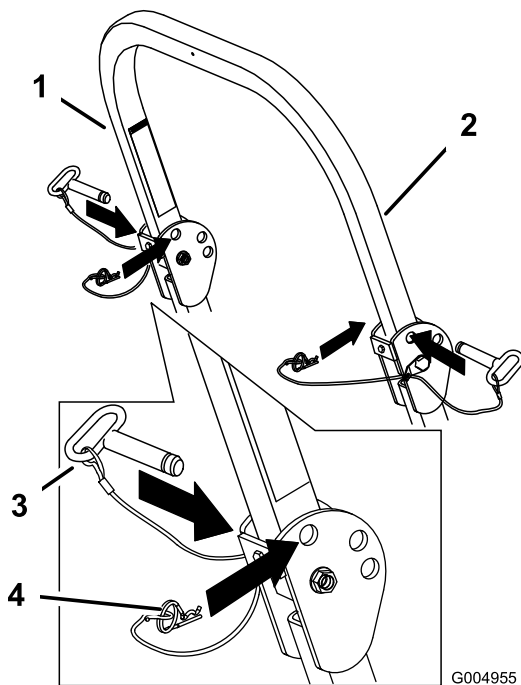

Figura 8
1. Retire los pasadores de horquilla y retire los dos pasadores (Figura 8).
3. Instale los dos pasadores y fíjelos con los pasadores de horquilla (Figura 8).
4. Para elevar la barra anti-vuelco, retire los pasadores de horquilla y retire los dos pasadores (Figura 8).
5. Eleve la barra anti-vuelco a la posición vertical, instale los dos pasadores y fíjelos con los pasadores de horquilla (Figura 8).